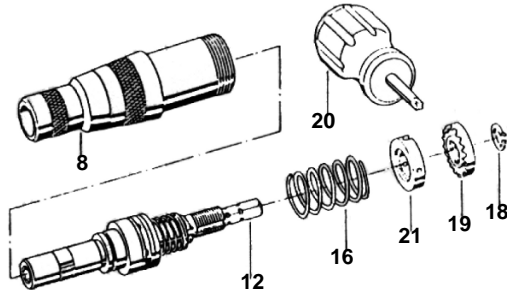

Abb. 9 Federwechsel bei 50 Watt/80 Watt
- o **bei Baugröße 50 Watt/80 Watt** (siehe Abb. 9)
- Sicherungsring (18) demontieren, Zahnscheibe (19) mit Schlüssel (20) abschrauben, Stellring (21) und Druckfeder (16) abnehmen. Auf Kugel achten!
- Druckfeder (16) auswechseln und restliche Teile in umgekehrter Reihenfolge zusammensetzen.
- Kupplung (12) so in das Gehäuse einsetzen, dass der Sechskant der Getriebespindel greift.
- Lagerhülse (8) nur leicht anziehen.